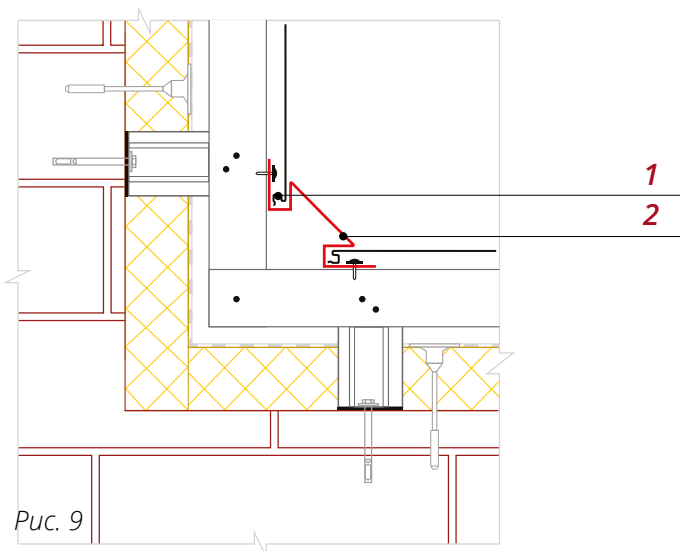

Рис. 9
■ На внутреннем угле фасада необходимо установить два крепежных кронштейна **1** и крепежные профили так, чтобы можно было закрепить Планку угла внутреннего **2** и примыкающие к ней панели (рис. 9).